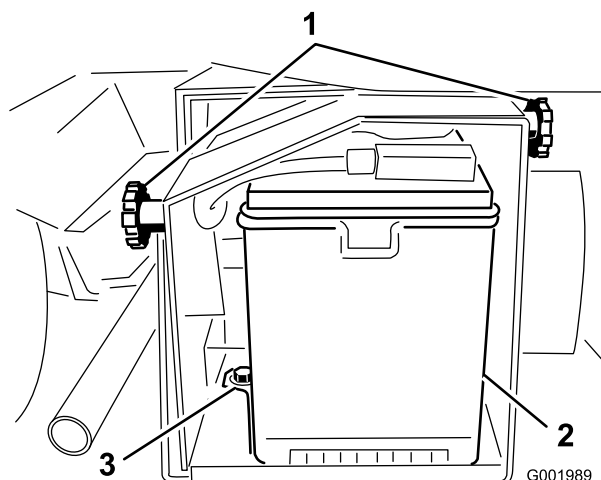

Figura 55
2. Afloje los pomos de los lados de la caja de la batería y retire la tapa de la batería (Figura 55).
5. Retire el dispositivo de sujeción de la batería y los herrajes (Figura 55).
2. Instale el dispositivo de sujeción de la batería, fijándolo con los herrajes que retiró anteriormente (Figura 55).
4. Instale la tapa de la batería y fíjela con los 2 pomos (Figura 55).
1. Afloje los pomos de los lados de la caja de la batería y retire la tapa de la batería (Figura 55).